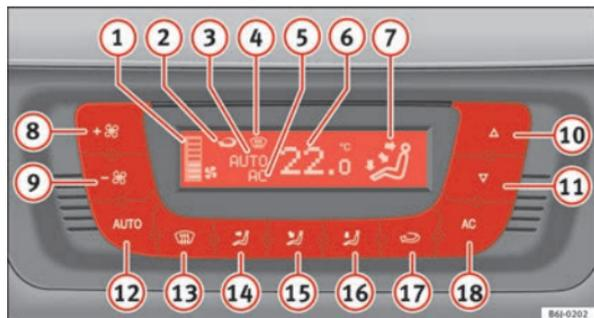

Abb. 90 In der Instrumententafel: Bedienelemente Climatronic
- Drücken Sie die Tasten ⑩ und ⑪ ⇒ Abb. 90 um die Temperatur einzustellen..
- ① Anzeige der Gebläsestufe
- ② Anzeige für Umluftstellung
- Drücken Sie die Taste **AUTO**. Die Anzeige \Rightarrow Seite 129, Abb. 90 **7** erscheint.
- Drücken Sie die Tasten **10** und **11** \Rightarrow Seite 129, Abb. 90 um die im Fahrzeuginnenraum gewünschte Temperatur einzustellen. Es wird empfohlen, eine Temperatur von 22°C (72°F) einzustellen.
- Drücken Sie eine der Tasten ⇒ Seite 129, Abb. 90  bis  oder drücken Sie den Gebläseregler  und . Die Anzeige  erlischt.
Das Gebläse kann mit den Tasten  und  eingestellt werden ⇒ Seite 129, Abb. 90. Ist das Gebläse ausgeschaltet (am Display wird keine Gebläsestufe
- Drücken Sie die Taste , um den Umluftbetrieb ein- oder auszuschalten. Der Umluftbetrieb ist eingeschaltet, wenn das Symbol  ⇒ Seite 129, Abb. 90 im Display angezeigt wird.